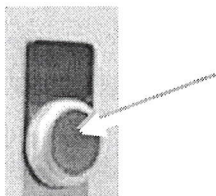

Рисунок 2
2. Защитный прибор для защиты печи от превышения максимальной температуры. При срабатывании защитного прибора, нагрев электропечи отключается. После срабатывании защитного прибора, охладите электропечь на 50 – 100 °С ниже температуры его срабатывания. Включите электропечь. Чтобы вернуть защитный прибор в неактивный режим, найдите красную кнопку в передней части печи (Рис.2) и нажмите ее (В каждом случае положение установки кнопки может меняться.). Если защитный прибор сработало еще раз, то для устранения неполадки обратитесь на завод - изготовитель или в компанию, которая продала электропечь (адреса в конце паспорта);